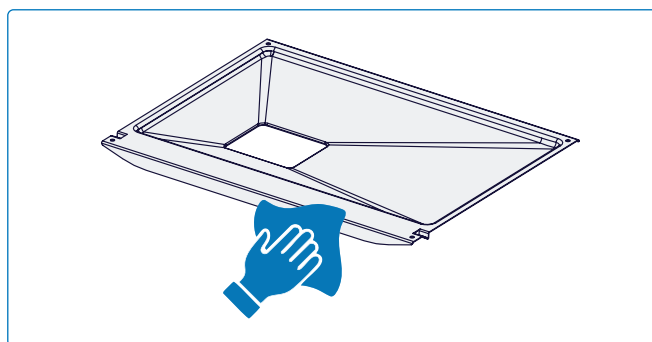

Fig. 24
2. Faites glisser le plateau à graisse pour accéder à la doublure jetable du plateau pour le nettoyage (**fig. 24**).